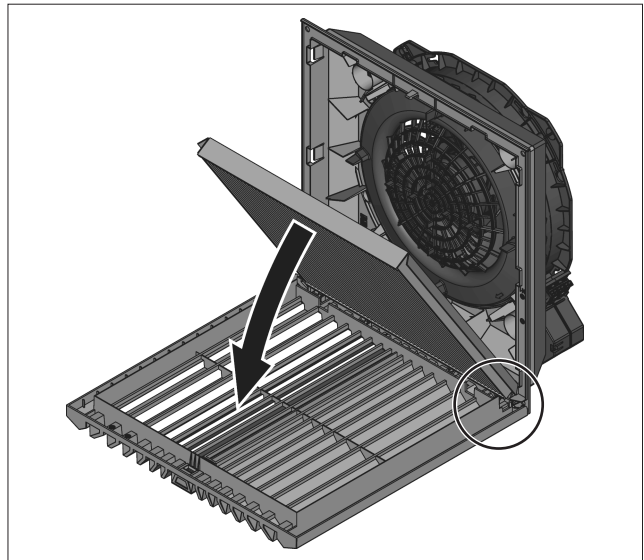

Bild 14: Inbyggnad av veckfilter IP54
- Lägg i veckfilter i lamellgallret. Märkningen "Top" visar iläggriktningen (se bild 14).